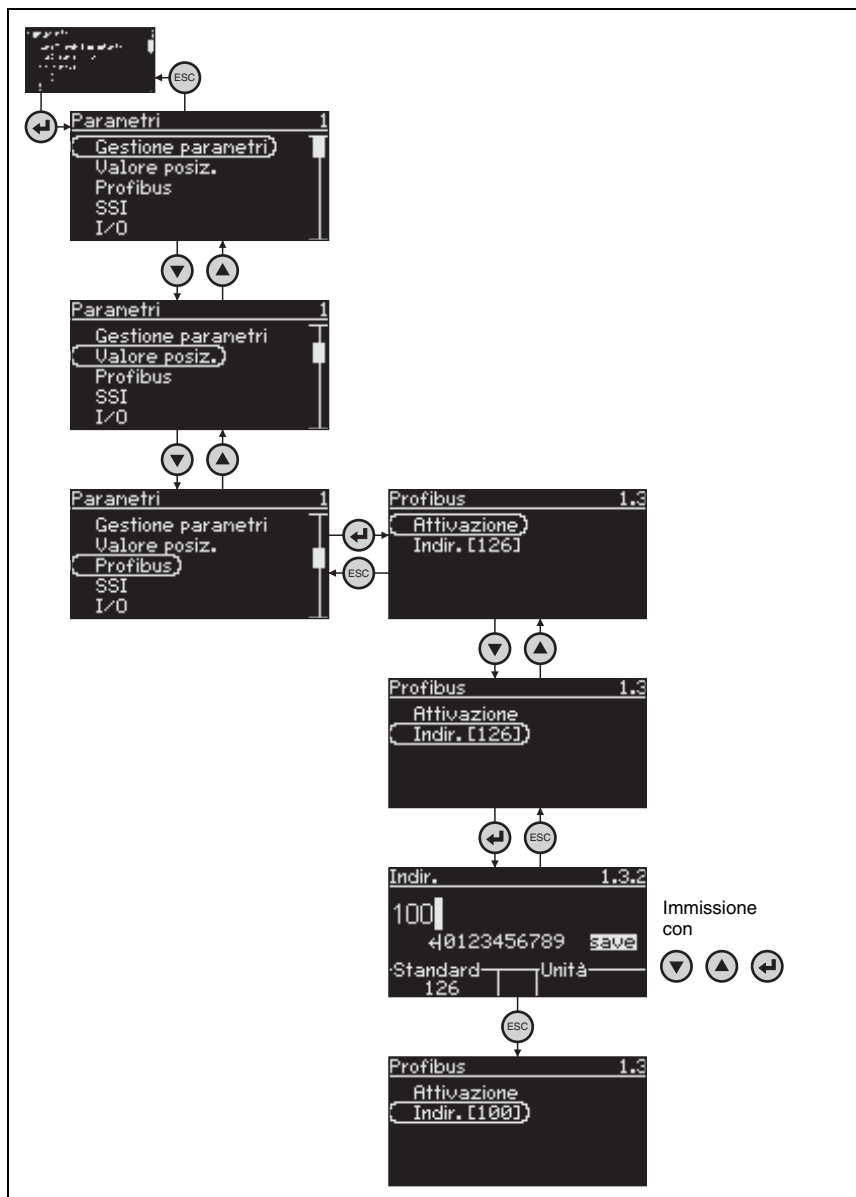

Figura 8.3: Impostazione dell'indirizzo Profibus
- ↵ *Selezionare il sottomenu **Profibus** (figura 8.3).*
- ↵ *Selezionare la voce di menu **Indir. []** (figura 8.3).*
- ↵ *Immettere l'indirizzo Profibus del sistema di misurazione laser (valore compreso tra 1 e 126; valore predefinito : 126, figura 8.3).*